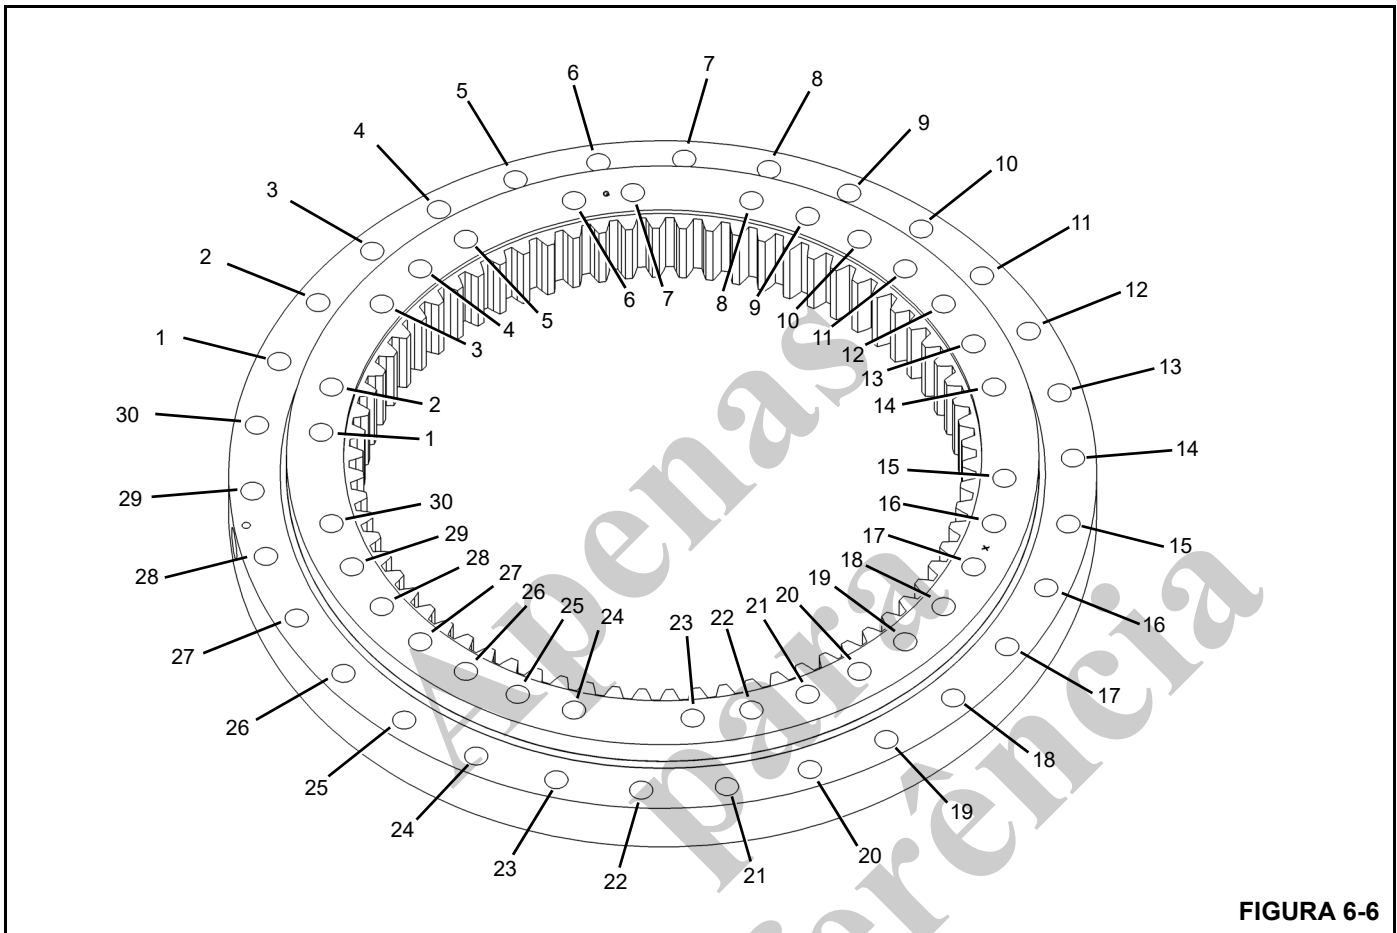

FIGURA 6-6
A pista interna do rolamento é fixada na torre por 30 parafusos de 1 polegada, Grau 8 (Figura 6-6). A pista externa do
rolamento é fixada na estrutura do transportador por 30 parafusos de uma polegada, Grau 8 (Figura 6-6).
3. Aperte todos os parafusos até 80% do valor de torque total de 908 Nm \pm 35 Nm (670 lb-pé \pm 26 lb-pé) seguindo uma sequência de padrão em estrela como mostrado em (Figura 6-6) começando com o parafuso número 1.
3. Aperte todos os parafusos até 80% do valor de torque total de 908 Nm \pm 35 Nm (670 lb-pé \pm 26 lb-pé) seguindo a sequência de padrão em estrela conforme mostrado em (Figura 6-6), começando pelo parafuso número 1.